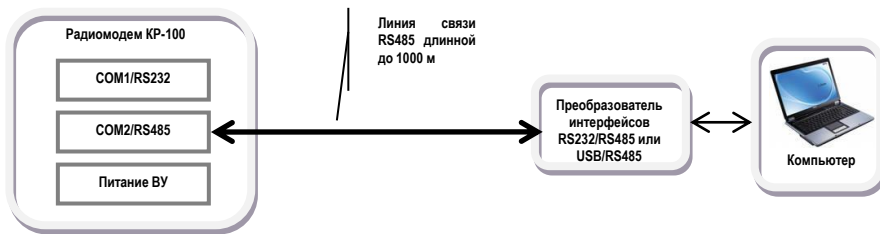

Рис.9. Подключение компьютера по интерфейсу
5.1.2. Схема подключения показана на рис.9.